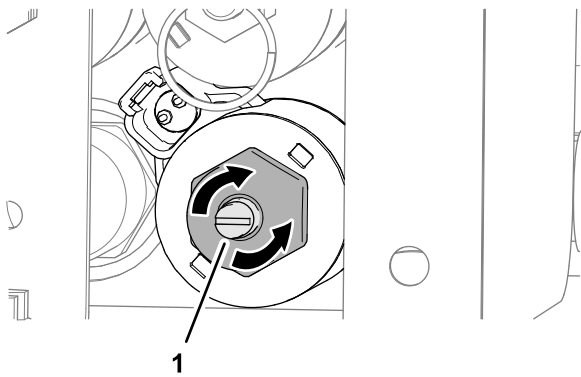

Bild 33
1. Drehen Sie die Sechskantschraube für die Ventilüberschreibung im Uhrzeigersinn, um die Fahrgeschwindigkeit zu erhöhen (Bild 33).